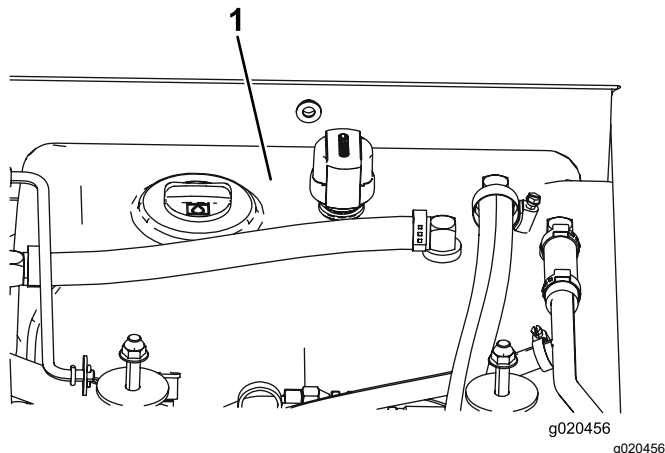

Figura 83
4. Llene el depósito (Figura 83) con fluido hidráulico; consulte Comprobación del fluido hidráulico \(página 75\).